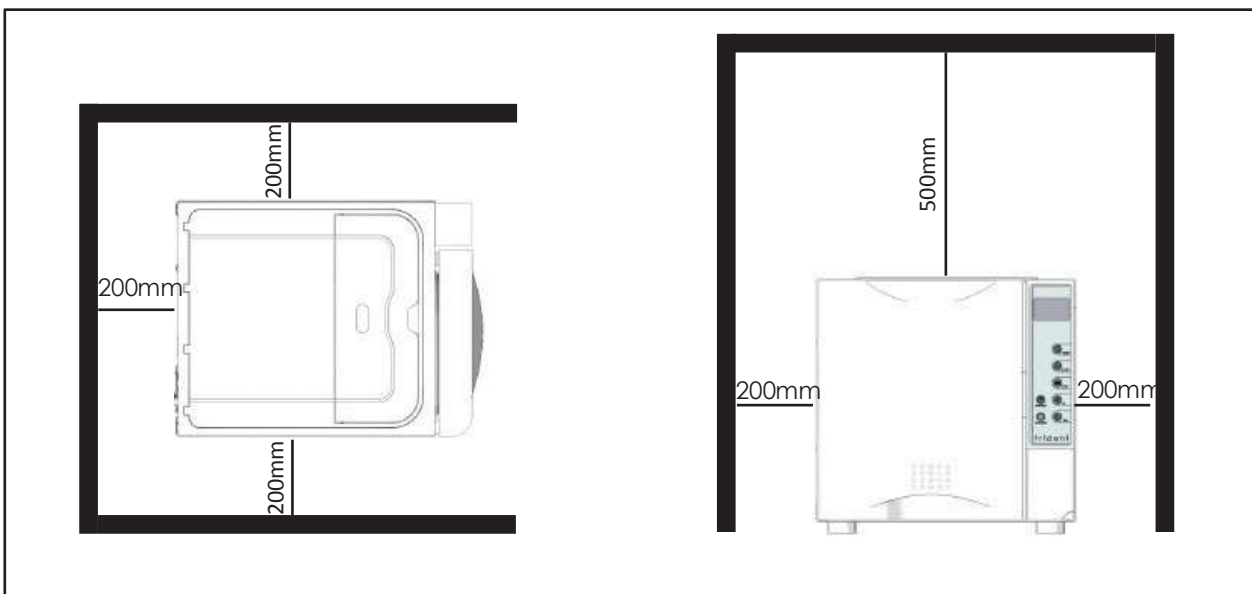

figura 4
- L'apparecchio deve essere posizionato in modo da avere uno spazio libero di almeno 200mm su tutti i lati, in modo da consentire la dissipazione del calore e uno spazio minimo di 500mm nella parte alta così da consentire la corretta apertura del serbatoio dell'acqua osmotizzata o distillata e facilitare la pulizia dello stesso (vedi figura 4).